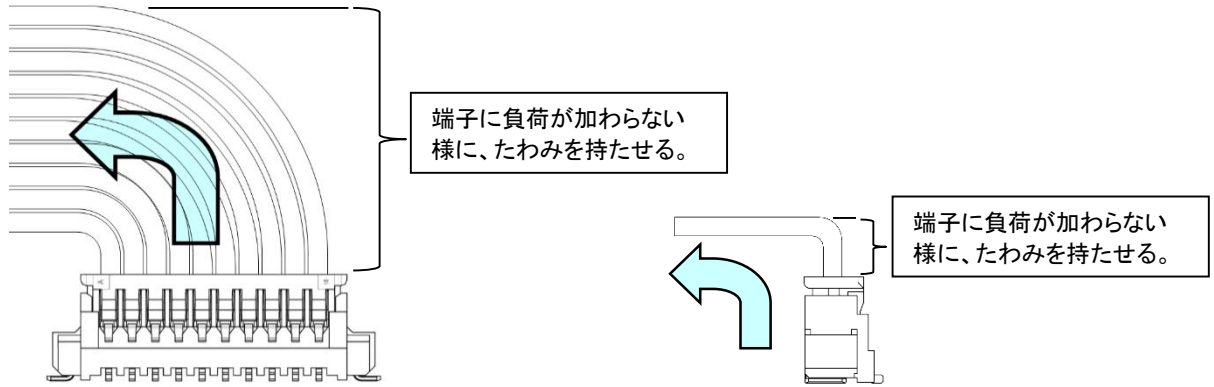

Fig. 10-4 電線にたわみを持たせた状態
- ※機器内の引き回しを検討される際には、電線に十分なたわみを持たせる等の処置を検討頂き、直接コネクタに力が加わらないようにしてください。(Fig.10-4)